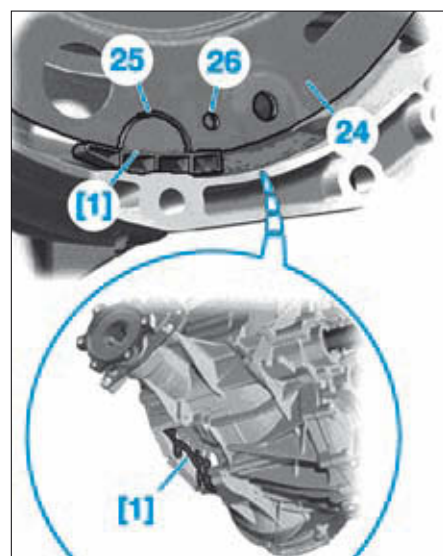

FIG. 88
- Mettre en place l'outil [1] dans le carter de boîte de vitesses et dans le volant moteur (24) du module d'embrayage en procédant par le bas (Fig.88).